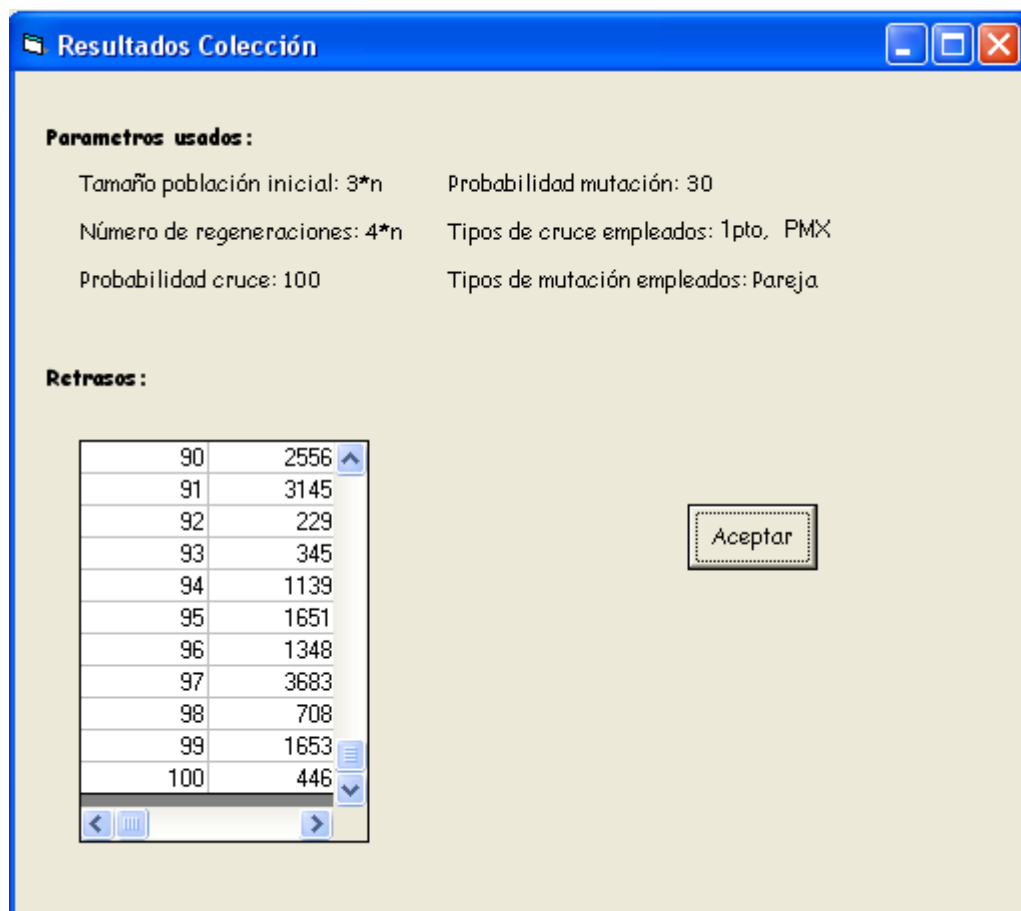

Figura C.22. Ejemplo de la ventana *Resultados Colección*.
- ✓ Si se examina una colección de ejemplares (*AbrirColección*), al finalizar la ejecución del algoritmo para todos ellos, se muestra una ventana con el nombre de *Resultados Colección* (Figura C.22) que contiene información de las soluciones obtenidas.